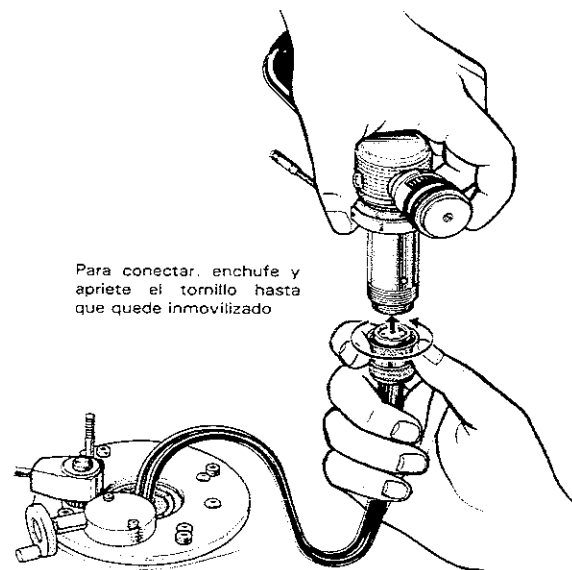

Fig. 6
1. Pase el cable de audio suministrado a través del orificio de la base del brazo y conéctelo a dicho brazo fonocaptor. Como el conector de este cable de audio es de tipo atornillable, apriete bien el tornillo para inmovilizar el conector (Fig. 6).